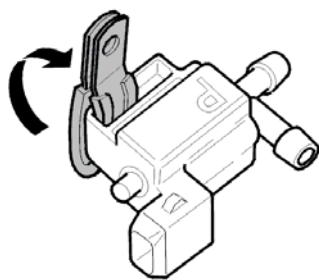

Fig. 7
- Colocar o novo suporte com isolamento de borracha na válvula de impulsos (Fig. 7).